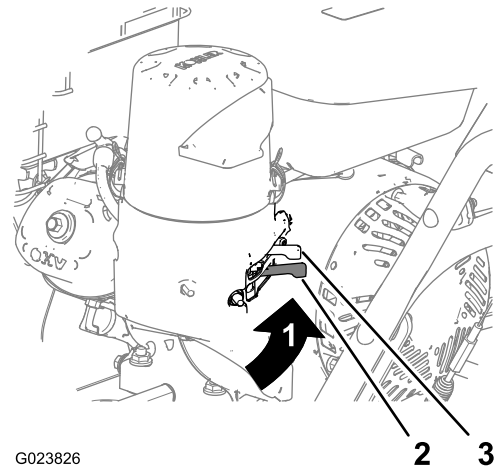

Bild 9
Schieben Sie den Kraftstoffhahn unter dem Choke nach rechts, um ihn zu öffnen (Bild 9).
- Stellen Sie den Chokehebel hinten links am Motor nach links in die EIN-Stellung. Lassen Sie den Choke in der AUS-Stellung, wenn der Motor warm ist (Bild 9).
5. Lassen Sie den Motor mehrere Minuten warm laufen, stellen Sie den Choke dann in die AUS-Stellung (Bild 9).
5. Mit dem Kraftstoffhahn stellen Sie den Kraftstoff ab, wenn Sie die Maschine für einige Tage nicht verwenden, die Maschine in einem Gebäude lagern oder sie von einer Arbeitsstelle zu einer anderen transportieren (Bild 9).